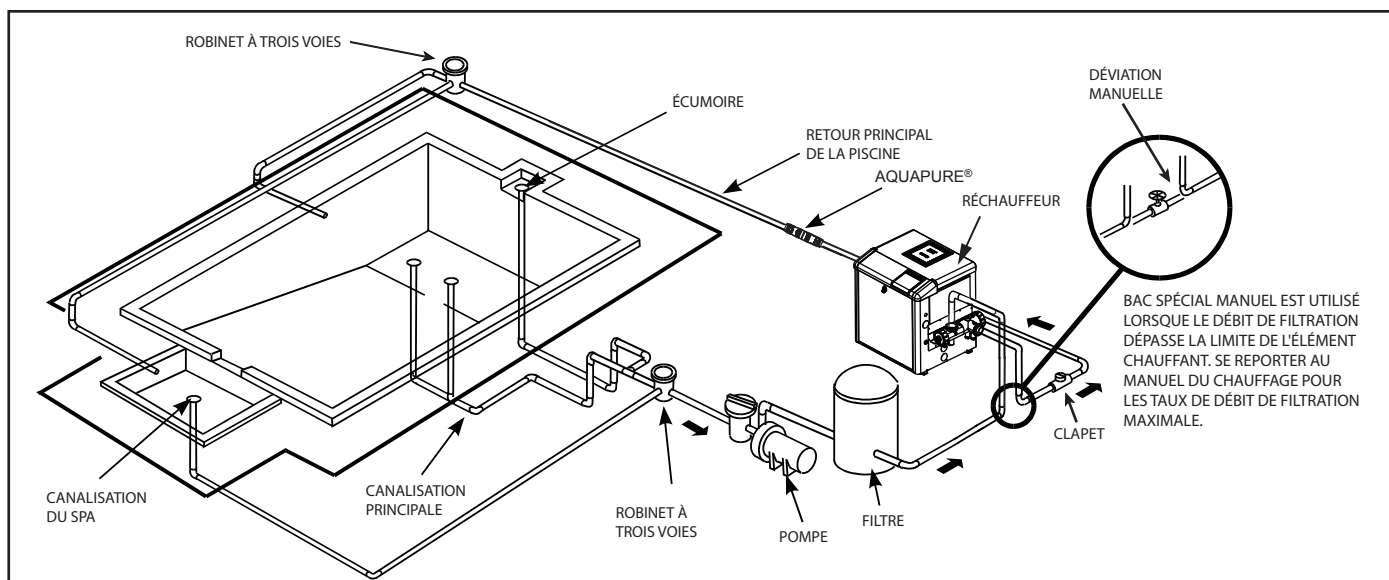

Figure 2. Installation typique de la tuyauterie
1. Zodiac recommande d'installer la pompe à 30 cm (1 pied) au-dessus du niveau de l'eau. Se référer à la Figure 2 pour une installation typique. La pompe ne devrait pas être élevée de plus d'un mètre au-dessus de la surface de l'eau de la piscine. Un clapet antiretour est recommandé dans la conduite d'aspiration vers la pompe
- La pompe de la série Jandy Pro ePump doit être raccordée à au moins deux (2) drains principaux hydrauliquement équilibrés (sorties d'aspiration) pour chaque conduite d'aspiration de la pompe de piscine. Se référer à la Figure 2. Chaque drain doit être fourni avec des couvercles qui sont énumérés ou certifiés à la dernière édition publiée de la norme ANSI/ASME A112.19.8 ou sa norme subséquente, ANSI/APSP-16. Les raccords d'aspiration des drains principaux doivent être séparés l'un de l'autre d'au moins trois (3) pieds (1 m) ou à des plans différents. Les sorties d'aspiration peuvent être un drain et une écumoire, deux (2) drains, deux (2) écumoires ou une écumoire avec une conduite d'égalisation. Pour plus de détails et les instructions, consulter la norme ANSI/APSP 7 pour la Prévention du piégeage dans les piscines, les pataugeoires, les spas, les jacuzzis et les bassins collecteurs. Vérifier les codes locaux pour les normes d'une bonne installation. Les codes locaux applicables ont préséance sur les autres codes.